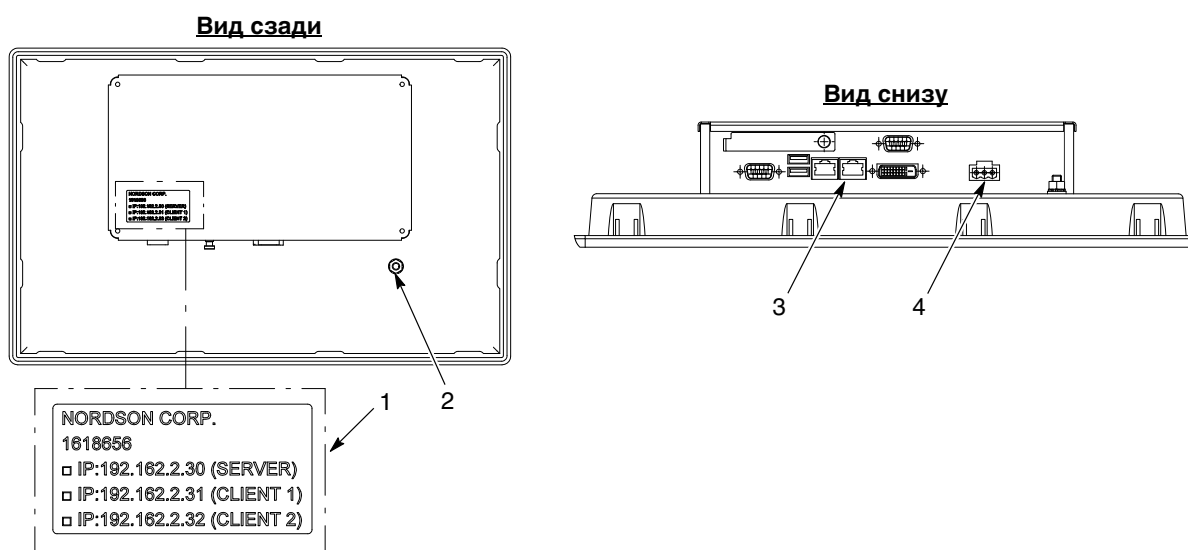

Рис. 6-11 Наклейка IP и разъемы сенсорного экрана
2. См. рис. 6-11. Проверить, какой IP-адрес отмечен на наклейке IPS (1) с задней стороны заменяемого сенсорного экрана. Адрес потребуется в дальнейшем.
3. Отсоединить провод заземления (2).
4. Отсоединить разъемы Ethernet (3) и кабеля питания (4).
5. Выворачивая винты с шестигранным шлицем (6) и снимая держатели (7) сенсорного экрана, придерживать сенсорный экран (5) с передней стороны дверцы или корпуса удаленного дисплея.
10. Прежде чем закрыть шкаф или корпус удаленного дисплея, отметить флажком на наклейке IP (см. рис. 6-11) нового сенсорного экрана IP-адрес, который был отмечен у прежнего сенсорного экрана.